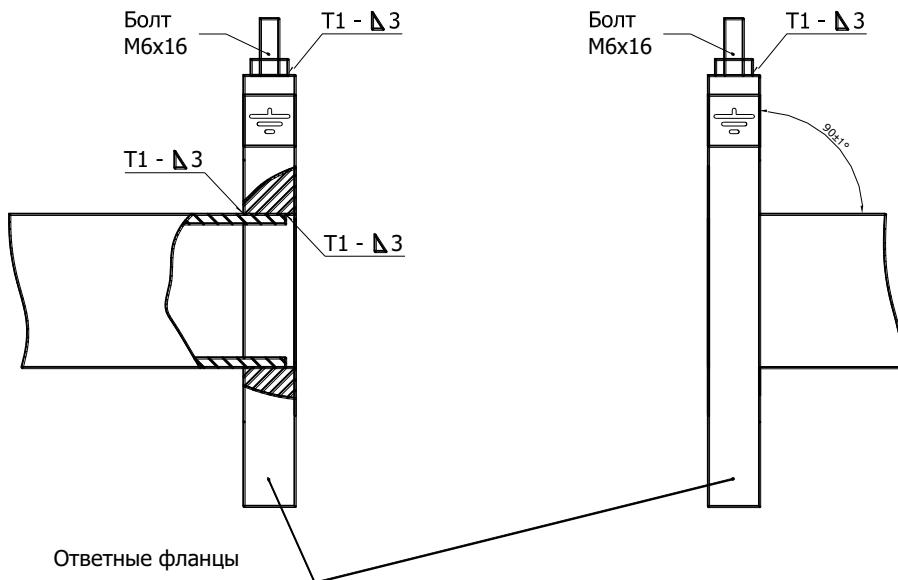

Рис. 8.5
8.3.5 К прямолинейным участкам трубопровода приварить фланцы в соответствии с ГОСТ 12820-80, при этом угол между осью трубопровода и плоскостью фланца должен быть  $90 \pm 1^\circ$ . Фланцы следует приваривать таким образом, чтобы после установки расходомера (ППР) ось электродов ППР лежала в горизонтальной плоскости (допустимое отклонение от линии горизонта  $\pm 10^\circ$ ). При монтаже ответных фланцев необходимо приварить болт заземления к верхней части монтируемого фланца (см. рис. 8.5).
**ВНИМАНИЕ!** На датчики расхода, монтаж которых выполнен с нарушением требований ГОСТ 12820-80 (соединение трубы-фланец), гарантийные обязательства не распространяются (см. Рис. 8.5а).
Рис.8.5а